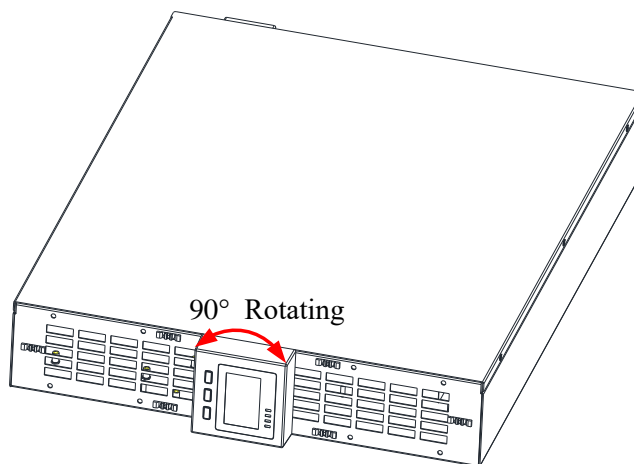

Рис. 2-4 Поворот панели управления и дисплея
2. Осторожно потяните панель управления и дисплея, поверните ее на 90 градусов по часовой стрелке (1/1) или против часовой стрелки (3/1) и защелкните ее обратно в положение, как показано на рис. 2-4.